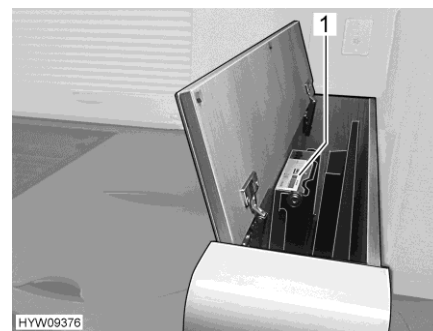

Fig. 89 Pantalla plana (retraída)
- Pantalla plana retráctil en forma manual: presionar el mecanismo de elevación (Fig. 89,1) ligeramente hacia abajo para descargar el resorte. La pantalla plana se desplazará hacia arriba de modo autónomo.